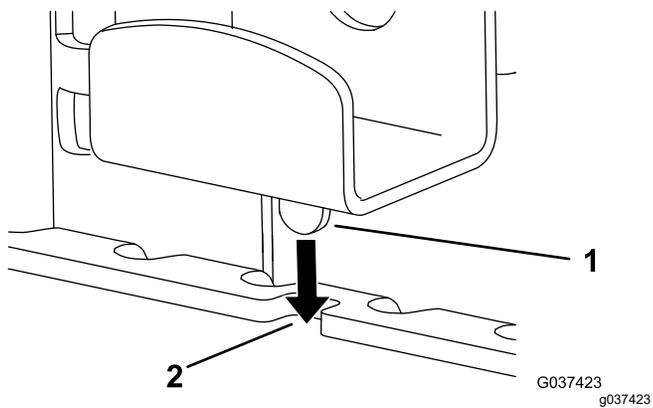

Figure 7
2. Desserrez le bouton et abaissez le support supérieur en insérant la languette dans le cran du support articulé (Figure 7).